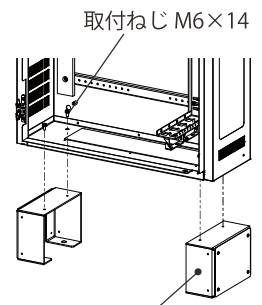

図9
5. 基台の取付ねじ M6×14(4か所)を取り外し、基台を取り外してください。(図9)